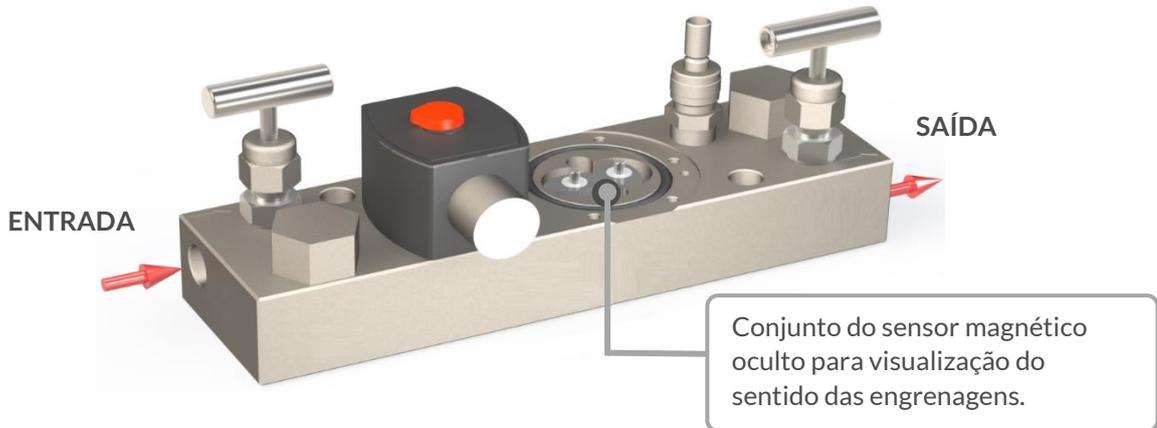

Figura 3 - Vista perpendicular da instalação incorreta do MetroBlock no sentido horizontal.
- Para o funcionamento correto do conjunto, o bloco aditivador deve ser posicionado na posição vertical, seguindo uma instalação conforme o posicionamento demonstrado na figura 1, caso o MetroBlock seja instalado na horizontal “deitado” conforme a figura 3 ou em um posicionamento que haja inclinação (formando um ângulo entre engrenagens e o chão conforme figura 5), o mesmo não será efetivo na injeção de aditivos. Abaixo temos alguns exemplos de instalações corretas e incorretas para melhor compreensão do profissional que irá realizar a instalação e manutenção.